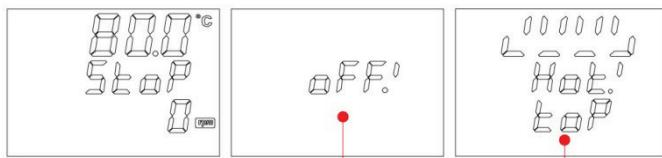

Рисунок 19
- 8.12.1. Режим энергосбережения включается через 5 минут отсутствия использования кнопок и энкодера, только если не включён нагрев. При этом гаснет подсветка дисплея, а на самом дисплее отображается надпись off! либо символ нагрева и надпись Hot top, если температура нагревательной поверхности превышает 40°C (Рисунок 19).